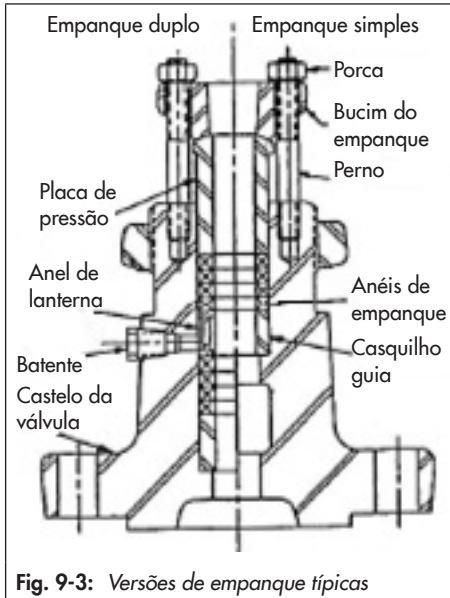

Fig. 9-3: Versões de empanque típicas
9. Deslize cuidadosamente as peças de empanque (em especial a seção roscada) sobre a haste do obturador para dentro da câmara de empanque utilizando uma ferramenta adequada. Observe a sequência correta (consulte a Fig. 9-3).
6. Deslize cuidadosamente as peças de empanque (em especial a secção roscada) sobre a haste do obturador para dentro da câmara do empanque utilizando uma ferramenta adequada. Observe a sequência correta (consulte a Fig. 9-3).
22. Deslize cuidadosamente as peças de empanque (em especial a secção roscada) sobre a haste do obturador para dentro da câmara do empanque utilizando uma ferramenta adequada. Observe a sequência correta (consulte a Fig. 9-3).